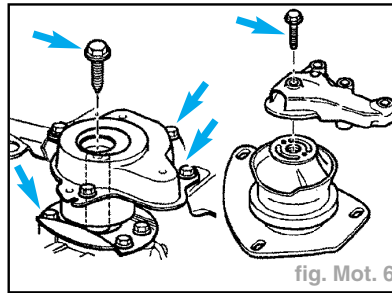

fig. Mot. 6
- Dévisser l'ensemble mécanique du palier de BV et du palier de moteur (fig. Mot. 6).